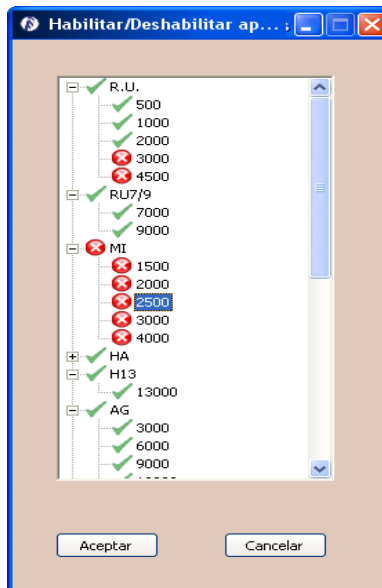

Figura 5.109. Ventana para Habilitar/Deshabilitar apoyos
- Habilitar/Deshabilitar apoyos (Figura 5.109), si no queremos que el programa seleccione un apoyo, podemos deshabilitarlo en esta ventana pero esto no implica que quede siempre deshabilitado, al realizar otro cálculo los podemos incluir de nuevo. De hecho, si en el cálculo personalizado (véase punto 5.5.2) decidimos incluir un apoyo que previamente hemos desechado, este nuevo cálculo lo hará con ese apoyo.